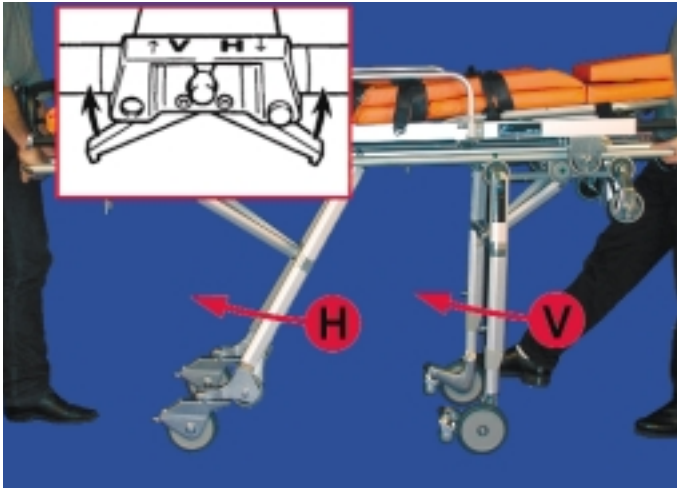

Bild 28
■ Bodenposition (Bild 28):
- Vorderes Standbein über den toten Punkt schwenken (Bild 28).